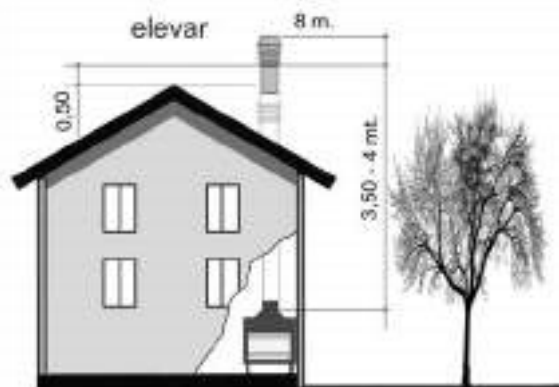
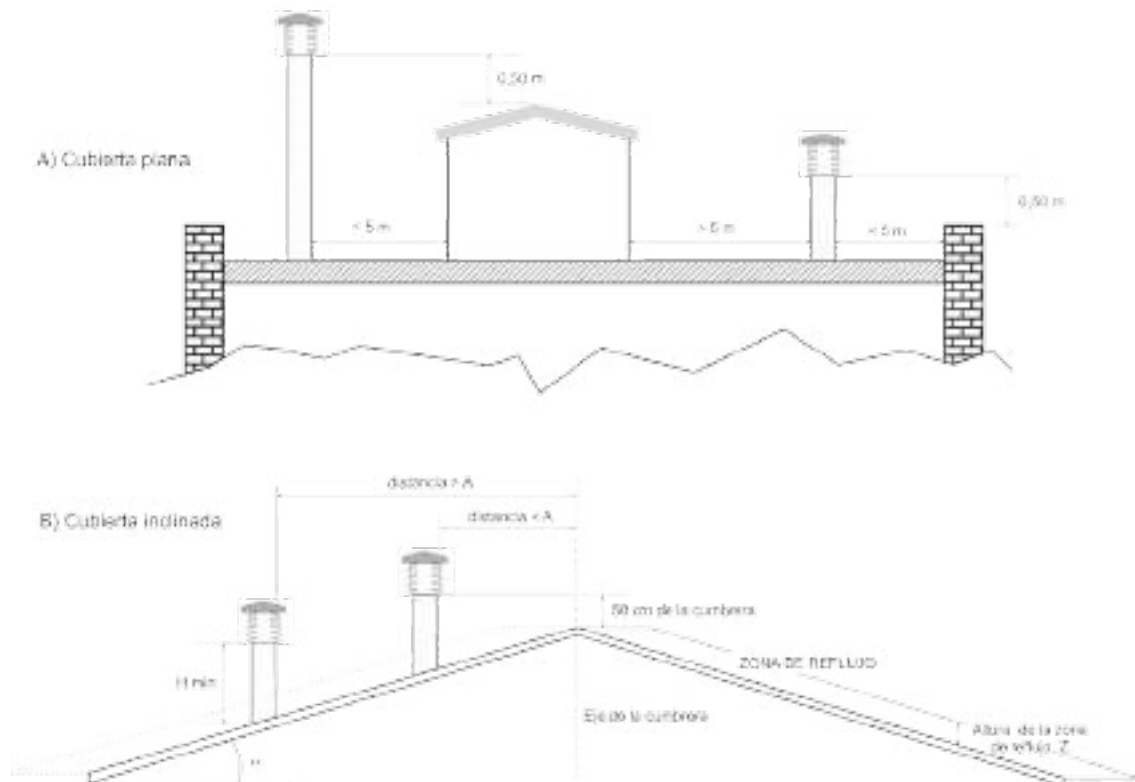

Fig.4
Fig. 5
- El sombrerete se debe ubicar de modo que garantice una dispersión y dilución adecuada de los productos de combustión y, en cualquier caso, fuera de la zona de reflujos. Esta zona tiene tamaños y formas diferentes, dependiendo del ángulo de inclinación de la cubierta, por lo que es necesario adoptar las alturas mínimas que se muestran en la fig.4 y en la fig. 5.
- Cualquier edificio u otro obstáculo situado a una altura superior a la del sombrerete no debe estar cerca del propio sombrerete (fig. 4).